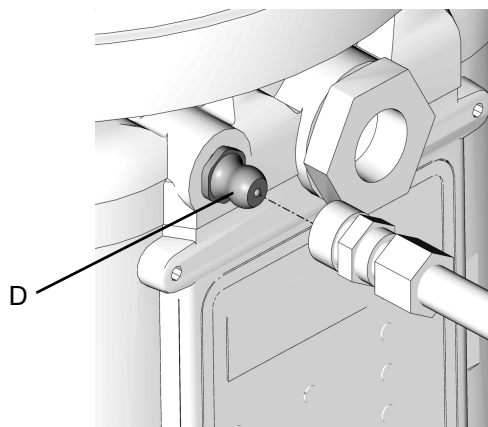

FIG. 19
<ul style="list-style-type: none"> • Limpie siempre el accesorio de conexión (D) (FIG. 19) con un paño limpio y seco antes de llenar el depósito. La suciedad y/o los residuos pueden dañar la bomba y/o el sistema de lubricación. • Cuando cambie grasas, utilice siempre fluidos o grasas compatibles. • Cuando llene el depósito usando una bomba de transferencia neumática o eléctrica, debe tener cuidado de no presurizar y romper el depósito.
1. Conecte la manguera de llenado al racor de engrase Zerk de llenado de entrada (Fig. 19).
1. Conecte la manguera de llenado al racor de entrada (FIG. 19).